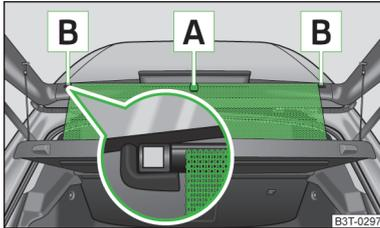

Abb. 42
- Das Sonnenschutzrollo am Griff **A** » Abb. 42 herausziehen und in die magnetischen Halter **B** einhängen.